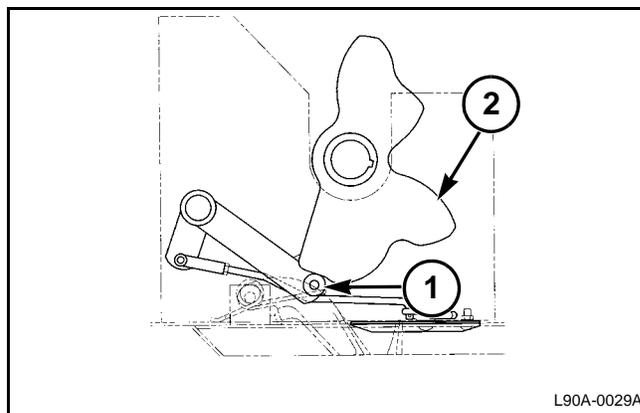

FIG. 74
FIG. 74: Gire el volante hasta que el anudador esté en la posición inicial. El rodillo de leva de la uñeta de cordel (1) debe estar en la ranura de la leva de la uñeta de cordel (2) como se muestra en esta figura.